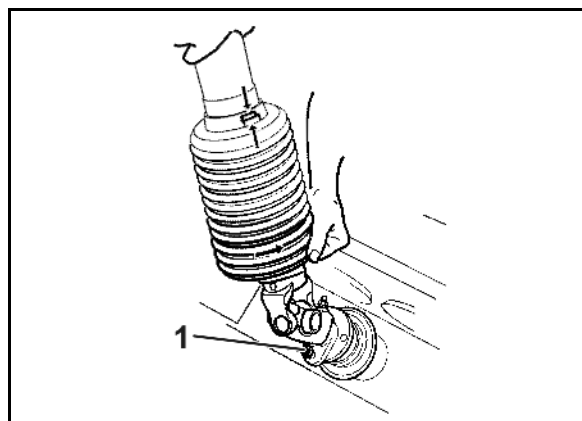

Fig. 95
2. Løsn smøreniplen (Fig. 95/1) i koblingsnavet (Fig. 95/3 Fig. 952) på kraftoverføringsakslen.
3. Fjern brydebolten (Fig. 95/4) mellem kraftoverføringsakslens gaffelflange og flangen til gearrets indgangsaksel.